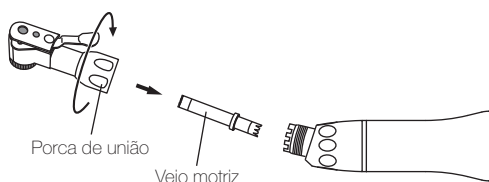

Fig.5
- 1) Certifique-se de que a porca de união (Fig.5) está bem apertada na cabeça. Se estiver solta, aperte a porca de união.
- 1) Desaperte a porca de união e retire a cabeça do contra ângulo. Retire o veio motriz da cabeça. (Fig. 5)